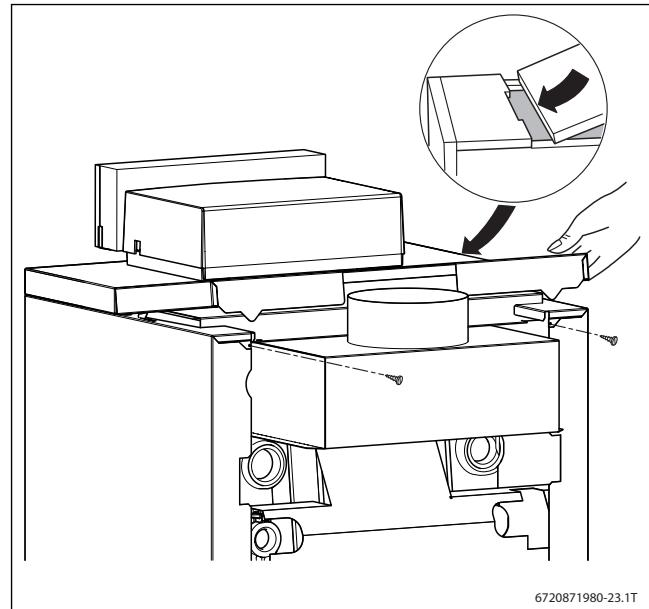

Рис. 23 Установка задней крышки котла
- Задвиньте заднюю крышку котла с язычками под переднюю крышку и нажмите на неё сзади вниз (→ рис. 23, стр. 23).